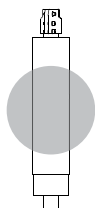

Рис. 53. Поместите две защитных трубки на вертикальный приводной вал
8. Поместите две защитных трубки на вертикальный приводной вал. См. рис. 53.